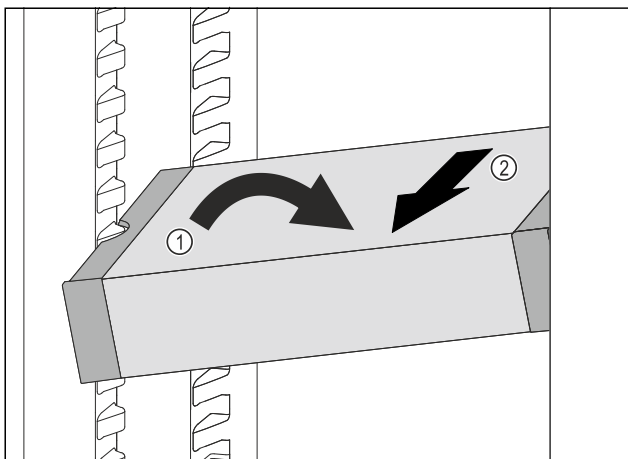

Fig. 124
- Seadke VarioSafe jahutusosas kaldu. Fig. 124 (1)
- Võtke VarioSafe ettepoole välja. Fig. 124 (2)